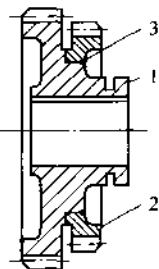

图 1-2 更换齿圈法修复齿轮
(1) 如图 1-2 所示。将 45 钢制、模数 $m = 3$ 的变速齿轮的小齿轮 (因局部损齿), 采用局部更换法加以修复。
(2) 修复后的齿轮精度等级应为 8 级。